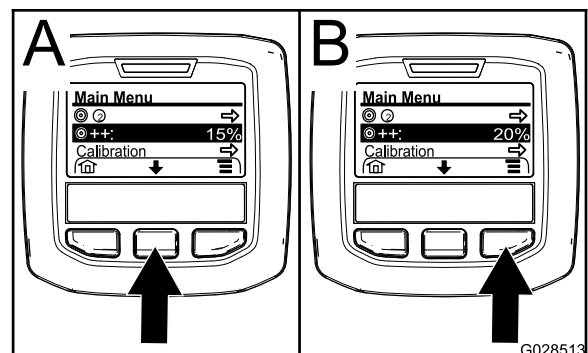

Figure 67
2. Au besoin, appuyez sur le bouton de sélection central pour mettre en surbrillance l'option d'intensification du débit d'application (Figure 67).
**Remarque:** L'icône de taux poussé d'application est constitué de 2 signes + situés à droite d'une cible (Figure 67).
3. Appuyez sur le bouton de sélection droit (Figure 67) pour augmenter le pourcentage d'intensification par paliers de 5 % (20 % maximum).